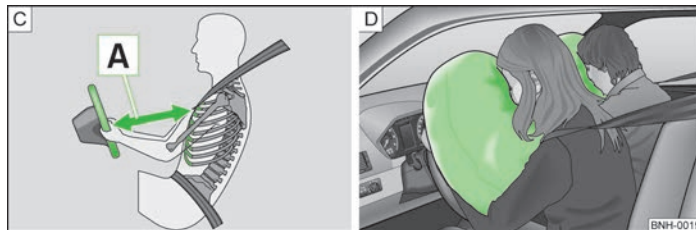

Fig. 100 Distanța sigură față de volan/airbaguri umplute cu gaz
Prin declanșarea airbagurilor, acestea se umplu cu gaz și se desfac în fața șoferului și pasagerului față » fig. 100 - D. Airbagul umflat amortizează mișcarea spre înainte a pasagerilor reducând astfel riscul de rănire în zona capului și a pieptului. ▶
- Atât pentru șofer cât și pentru pasagerul față este important să păstreze o distanță de aproximativ 25 cm față de volan, respectiv de planșa de bord **A** » **fig. 100**. Dacă nu se respectă această distanță, sistemul airbag nu își poate exercita eficiența maximă - Pericol! Pe lângă acestea, scaunele din față și tetierele trebuie să fie întotdeauna reglate în funcție de mărimea corpului.